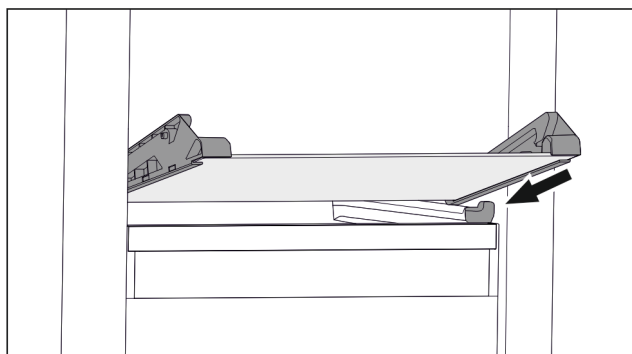

Fig. 104 可倾斜抽屉的玻璃隔板
- ▶ 将玻璃隔板斜放在止动器后面。(参见 Fig. 104)